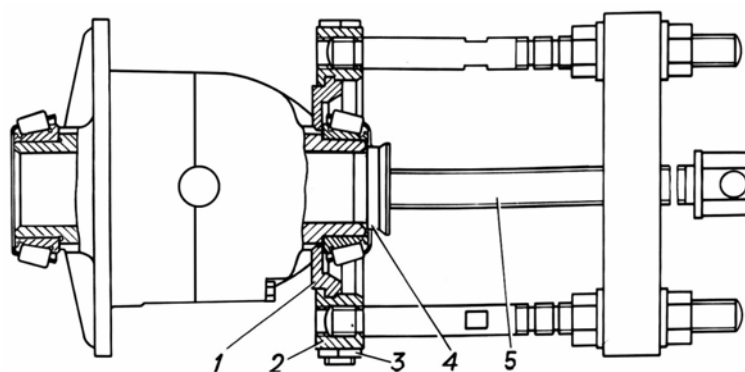

Рис. 4.42. Снятие внутреннего кольца подшипника с коробки дифференциала: 1 – вкладыш; 2 – опора; 3 – гайка; 4 – подпятник; 5 – винт съемника
- в случае замены спрессовать с коробок дифференциала внутренние кольца подшипников с помощью съемника в сборе с вкладышами, как показано на рис. 4.42. Для того, чтобы заплечики вкладышей 1 вошли в выемки на коробке дифференциала, следует опоры 2 сжать болтами с гайками 3; спрессовать кольцо подшипника вращением винта 5.